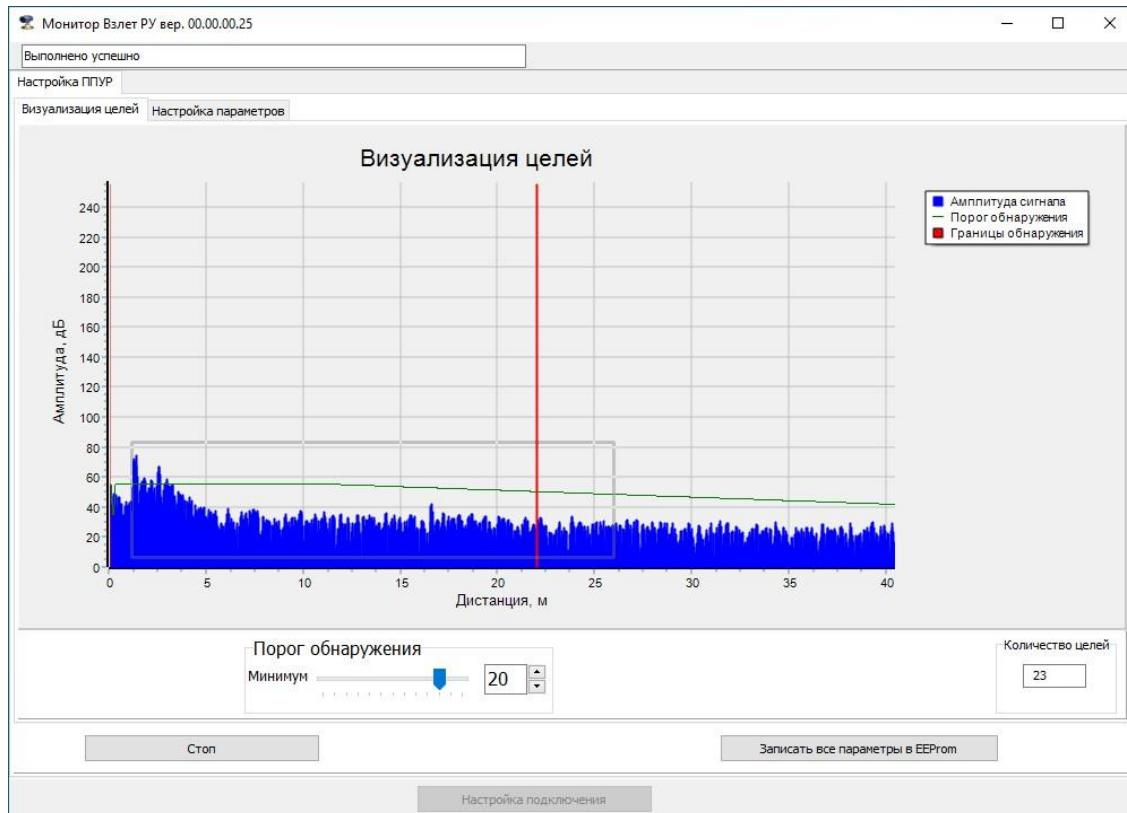

Рис.25 - Приближение сигнала «шумовой дорожки».
7.7.4 Нажатие и удерживание левой кнопки «мышки» на участке шумовой дорожки и выделение прямоугольной области позволяет приблизить картинку шумовой дорожки (рис.25) для более точной оценки измеряемой дистанции до объекта.